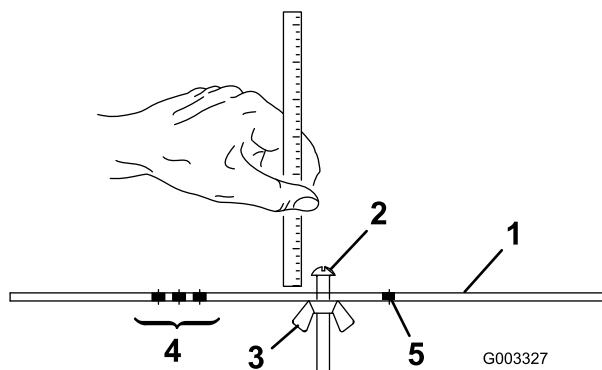

図 22
2. ゲージバー (図 22) のナットをゆるめ、調整ネジを希望の刈り高に合わせる。ネジ頭の下からバーの表面までの距離が刈り高となる。